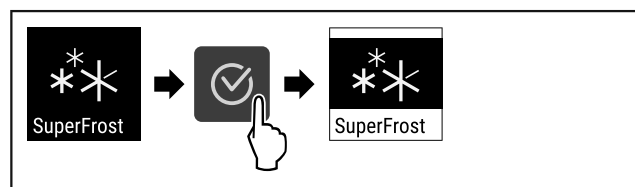

Fig. 65
- ▶ Genomför handlingsstegen (se Fig. 65) .